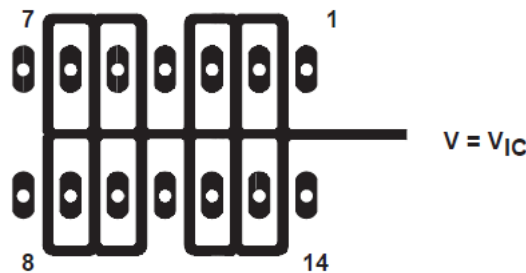

図 5-4. デバイス入力周辺の絶縁金属 (J および N パッケージ)
1. デバイスを他の潜在的なリーク源から絶縁します。デバイス入力周囲と間に、接地されたシールドを使用します (図 5-4 を参照)。そうしなければ入力に流れ込む可能性のあるリーケージがシャントされます。
TLC274 および TLC279 は入力インピーダンスが非常に高く、バイアス電流が低いいため、低レベルの信号処理に適していますが、プリント基板やソケットに流れるリーク電流がバイアス電流要件を簡単に超え、デバイス性能が低下する可能性があります。入力の周囲にガードリング (セクション 5 の 図 5-4 のものと同様) を配置することをお勧めします。これらのガードは、同相モード入力と同じ電圧レベルの低インピーダンスソースから駆動する必要があります (図 6-3 を参照)。